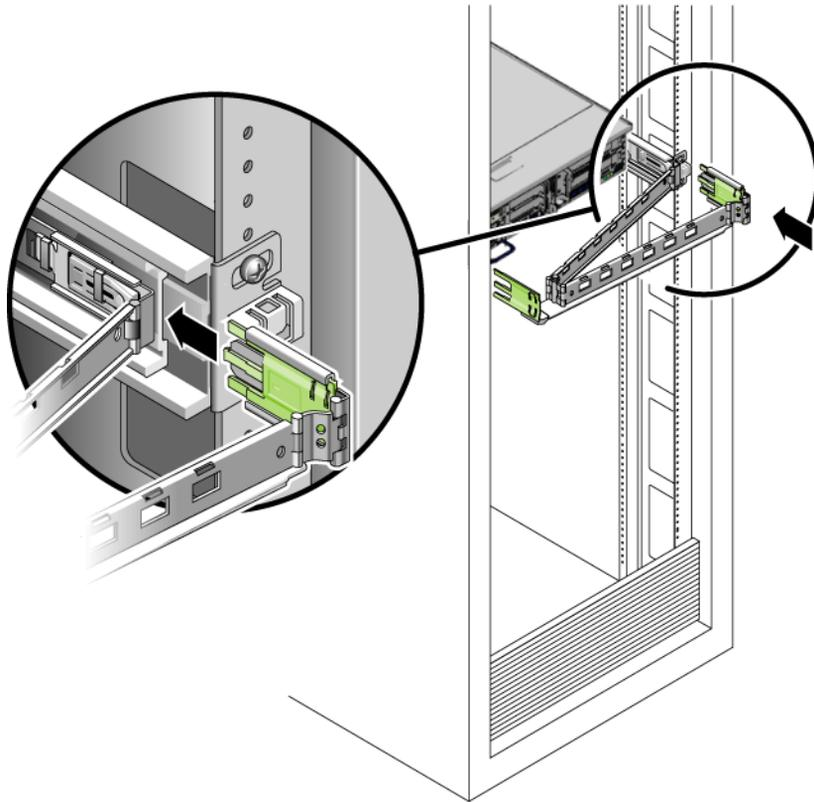

FIGURE 2-10 Raccordement du connecteur CMA externe
3. Insérez la plus longue des extensions dans l'extrémité du rail coulissant droit (FIGURE 2-10).